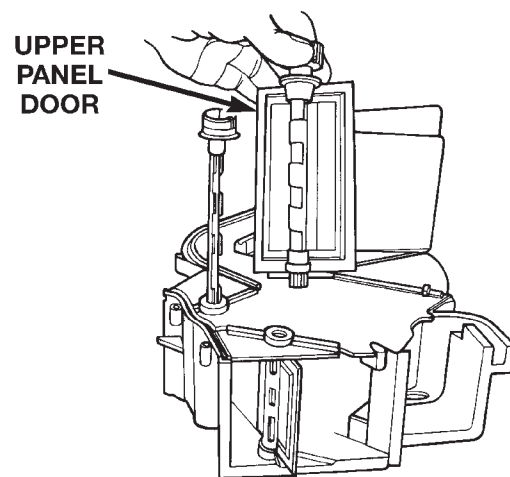

Fig. 74 Panel Door
- (21) Remove upper half Panel door (Fig. 74).